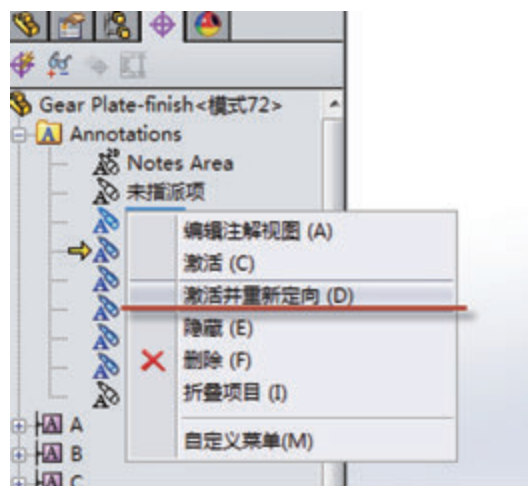

图 4 激活和重新定向
(2) 双击创建后的注解视图中或右键进行“激活和重新定向（图 4）”操作。
(3) 定义尺寸或形位公差等的注解视图方向。选择要前视图显示的尺寸和形位公差等，按 Ctrl 进行多选。并点击右键弹出右键菜单中的“选择注释视图→前视图”。从而完成尺寸和形位公差等视图方向定义。同样以此方法完成